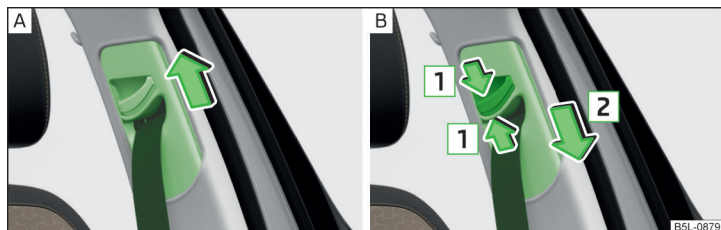

Fig. 5 Ajuste en altura del cinturón para los asientos delanteros
- Desplazar la guía **hacia arriba** en sentido de la flecha » fig. 5 - A.
- **O bien:** Comprimir el seguro en el sentido de la flecha 1 y deslizar la guía **hacia abajo** en el sentido de la flecha 2 » fig. 5 - B.